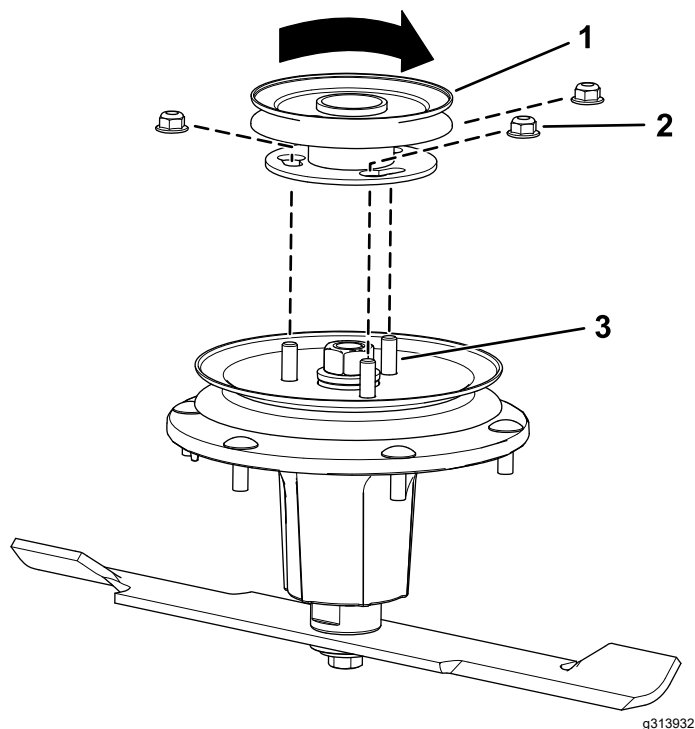

Figura 10
5. Alinee el nuevo conjunto de polea de modo que las aperturas se ajusten sobre los espárragos (Figura 10).
6. Gire la polea para bloquearla en su posición (Figura 10).
7. Una vez que el nuevo conjunto de polea esté en su posición, instale las tuercas para fijar el nuevo conjunto de polea (Figura 10).